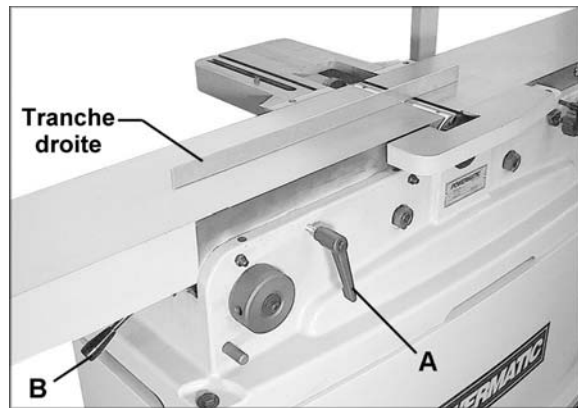

Figure 23
4. desserrez le manche de verrouillage sur la table de sortie (voir A, Figure 23). utilisez le manche de verrouillage (B, Figure 23) pour soulever la table de sortie au-dessus de la tête de la découpeuse.
2. Soulevez la table de sortie en desserrant le manche de verrouillage (A, Figure 23) et en utilisant le levier (B).
3. Placez une règle plate graduée sur la table de sortie et qui dépasse le centre de la tête de la découpeuse comme illustré sur les Figures 23 et 24.
6. Verrouillez la table de sortie sur ce réglage en serrant le manche de verrouillage (A, Figure 23).